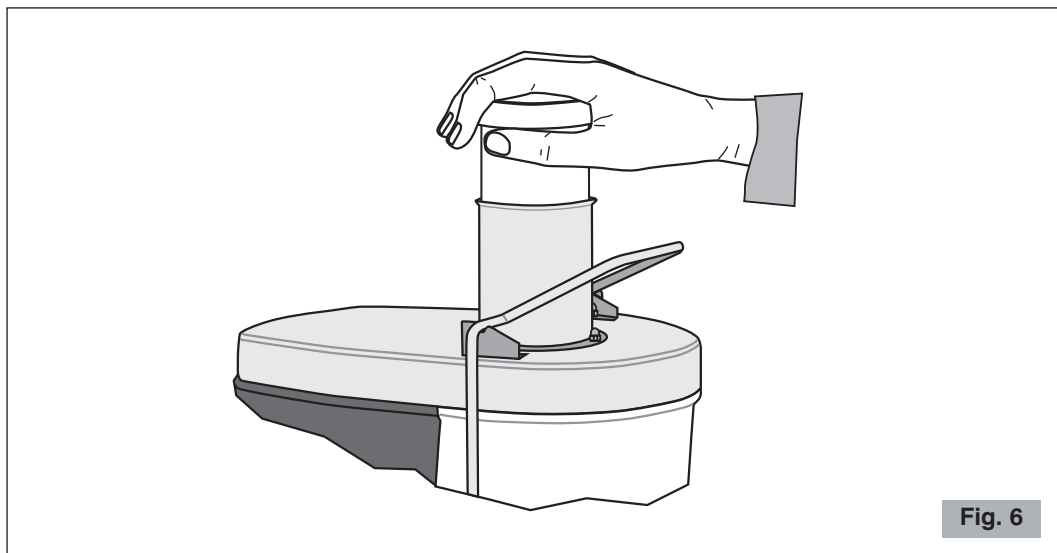

Fig. 6
- 7 Avec le moteur en mouvement introduire des fruits et/ou des légumes dans la goulotte d'introduction. En utilisant le poussoir, pousser graduellement et sans exercer une pression excessive aux fruits et/ou aux légumes au bout de la goulotte d'introduction sur la râpe en rotation (voir Fig. 6). Pour avoir plus de jus, toujours pousser lentement le poussoir.